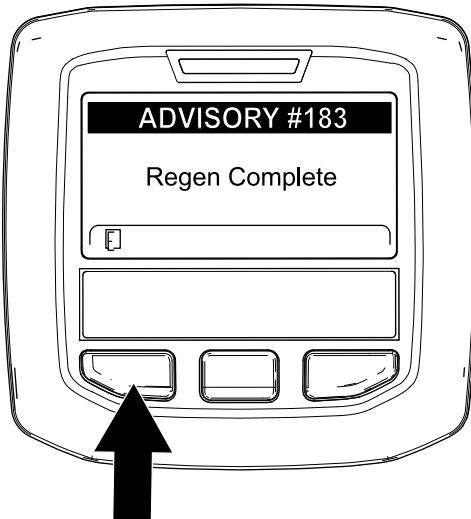

Bild 68
- Wenn der Motorcomputer eine geparkte Regenerierung oder eine Wiederherstellung-Regenerierung abschließt, wird im InfoCenter ADVISORY #183 (Bild 68) angezeigt. Drücken Sie die linke Taste, um den Homebildschirm anzuzeigen.
Hinweis: Wenn die Regenerierung nicht abgeschlossen wird, wird im InfoCenter „Advisory #184“ (Bild 68) angezeigt. Drücken Sie die linke Taste, um den Homebildschirm anzuzeigen.